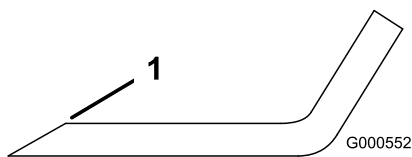

Bild 106
- Schärfen Sie die Schnittkante an beiden Enden des Schnittmessers mit einer Feile (Bild 106).
Hinweis: Feilen Sie, wenn das Schnittmesser nicht ausgewuchtet ist, vom Flügelbereich des Messers etwas Metall ab (Bild 106).